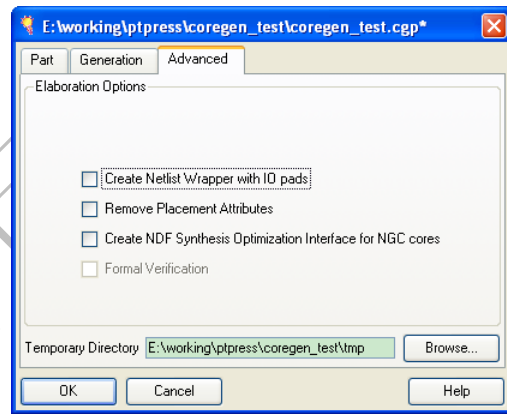

图 2.55 为 CORE Generator 设置高级参数
(8) 单击“Advanced”选项卡，可以设置高级选项，如图 2.55 所示。